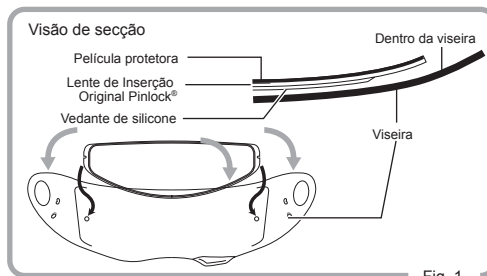

Fig. 1
1. Aplicar o lado vedante de silicone da Lente de Inserção Original Pinlock® no interior da viseira, sem descolar a película de proteção da lente. Simultaneamente, aplique a Lente de Inserção Original Pinlock® no interior da viseira, encaixando-a nos pinos exteriores. (Fig 1 e 2)